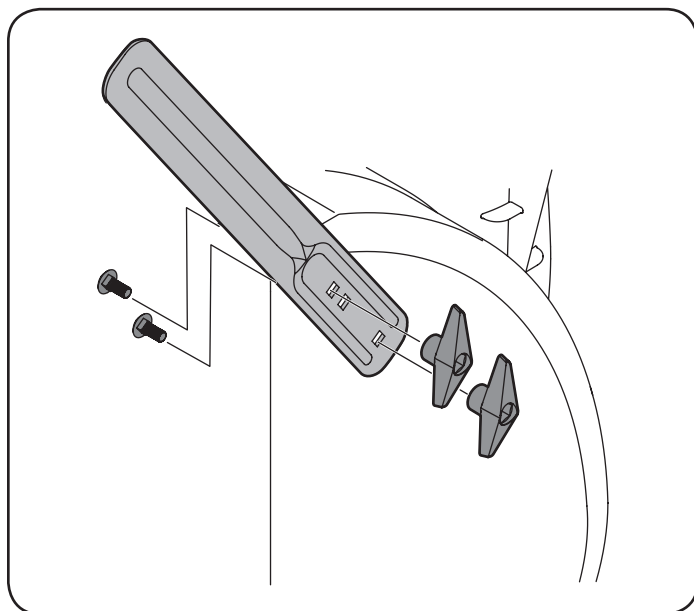

Figura 13
3. Acople los cortadores de desplazamiento de nieve con los tornillos y los pomos de mariposa de seguridad que se retiraron antes. Vea la Figura 13.